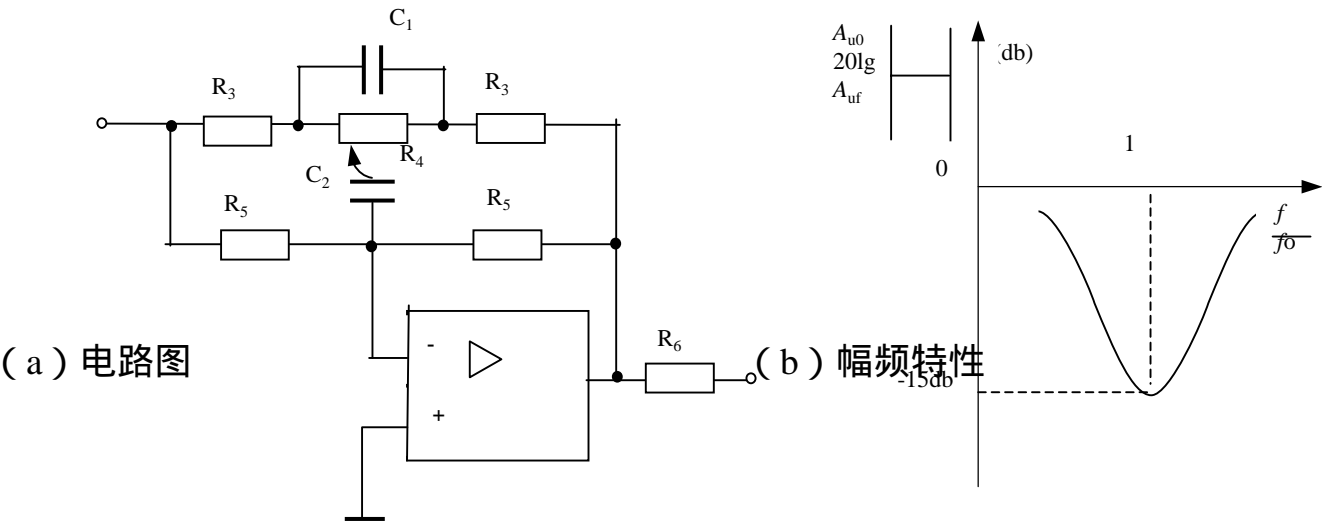

图5.30  $R_4$ 的滑动触头移到最左边
(2) 当 $R_4$ 的滑动触头移到最左边时，其电路如图5.30 (a) 所示。